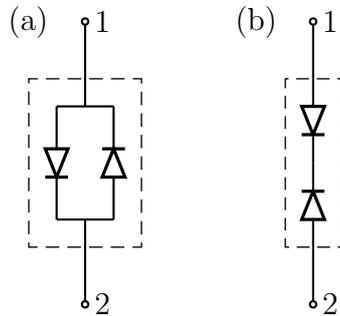

Figura 6.6: Diodos en contraposición, conectados en paralelo (a) y en serie (b). (Pregunta 7).
7. En la sección 6.2.1 se analizaron cuatro posibilidades de creciente complejidad, para modelar el comportamiento de un diodo común. Considere ahora los circuitos de la figura 6.6, en la se ilustra un par de diodos conectados en contraposición ya sea en paralelo (a) o en serie (b). Modele ambas configuraciones según cada una de las cuatro posibilidades consideradas para un solo diodo. Para ello defina  $V_{12} \equiv V_1 - V_2$ , asuma como positiva la corriente que circule desde el terminal 1 al 2, grafique las curvas características  $I - V_{12}$  y esquematice los correspondientes modelos circuitales.
4. Modifique el circuito anterior para comprobar experimentalmente sus modelos de las configuraciones ilustradas en la figura 6.6.